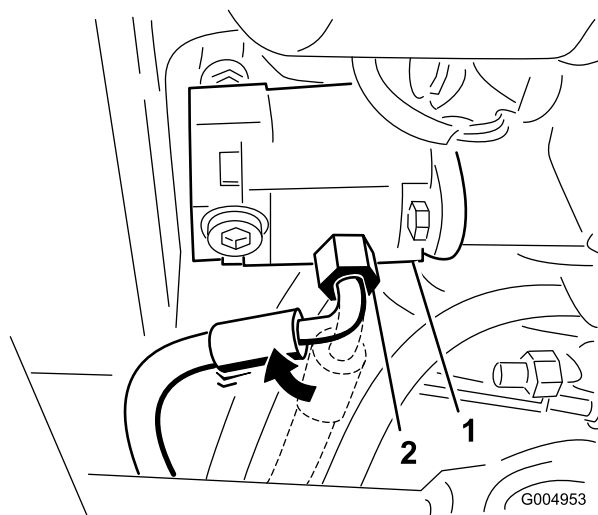

**Рисунок 42**
3. Вставьте деревянный брусок между передним упором тележки и рамой, чтобы наклонить зимнюю раму в сторону задней части машины (Рисунок 42).